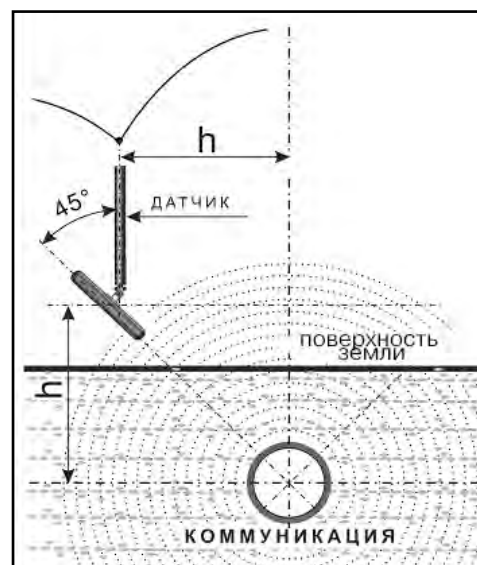

Рис.9.1
2. При положении антенны ЭМД перпендикулярном трассе и под углом  $45^\circ$  к поверхности земли, минимум сигнала наблюдается на удалении от точки «над трассой», равном глубине залегания коммуникации, когда ось антенны пересекает ось трассы. Это косвенный метод измерения глубины залегания коммуникации (рис.9.1).